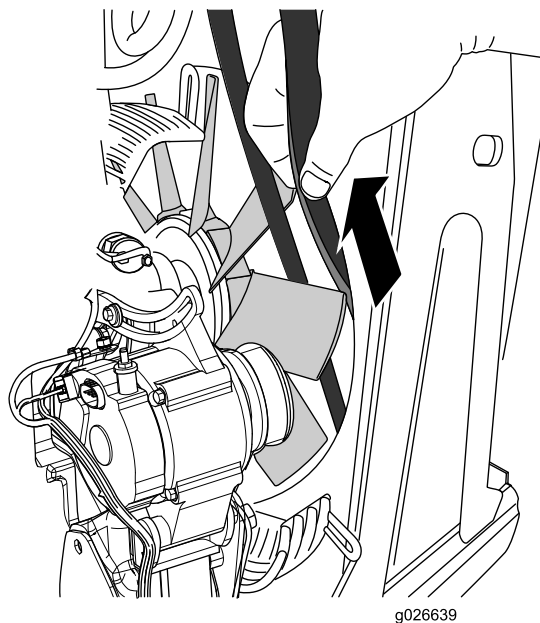

Figura 88
12. Allineate la cinghia tra 2 delle lame della ventola, quindi tirate con cautela la cinghia all'indietro e verso l'alto fino a che riuscite a rimuoverla dalla macchina (Figura 88).
1. Allineate la cinghia tra 2 delle lame della ventola, quindi spingete con cautela la cinghia in avanti e verso il basso fino a che si trova di fronte alla ventola (Figura 88).